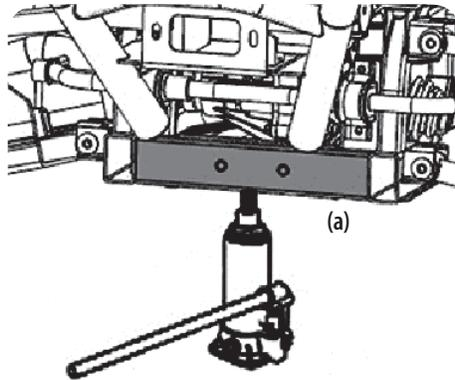

Figure 5-7
1. Pour soulever la partie avant du véhicule, vous devez placer le cric sur la partie avant du châssis (a). Voir Figure 5-7.